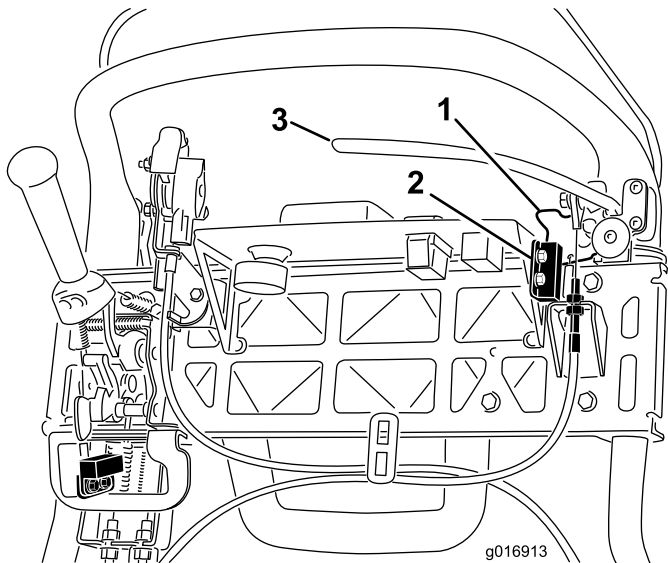

图39
4. 松开联锁开关紧固件(图39)。
5. 在手刹锁定装置与联锁开关之间放入 1.6mm 厚的塞尺(图39)。